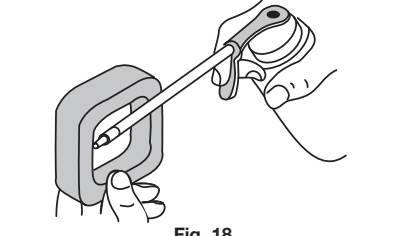

Fig. 18
4. Aplique suficiente aceite limpio de motor SAE 30 para recubrir ligeramente el filtro (Fig. 18).